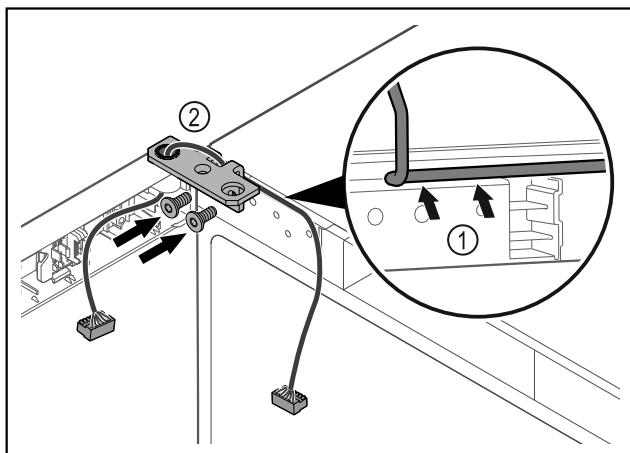

Fig. 42
- Prevlečte kábel cez vybranie uholníka závesu a opatrne ho položte Fig. 42 (1).
- Naskrutkujte uholník závesu Fig. 42 (2).